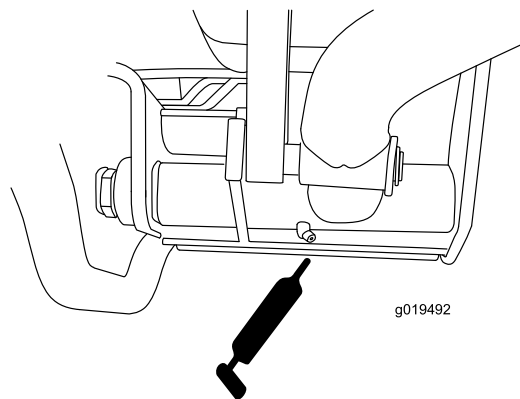

Figura 51
- Perni del braccio di sollevamento posteriore (2) (Figura 51).